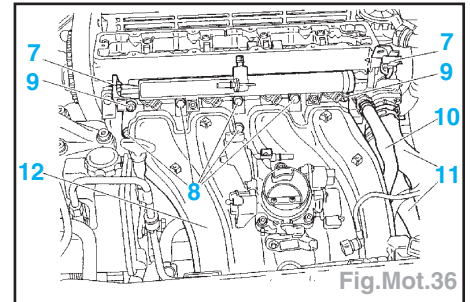
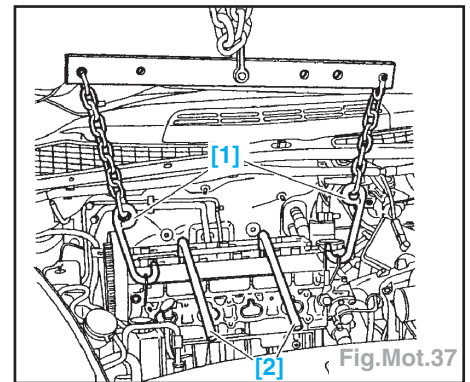

Fig.Mot.36
Fig.Mot.37
- Désaccoupler (Fig.Mot.36) :
- le tube (10),
- les durits d'eau (11).
- les supports (7),
- les vis (8),
- les écrous (9),
- le répartiteur d'air (12).
- Mettre en place et poser les outils 2517-TB [1] et 149-T [2] et maintenir l'ensemble culasse et collecteur à l'aide d'une grue d'atelier et basculer les leviers [2] pour décoller la culasse (Fig.Mot.37).